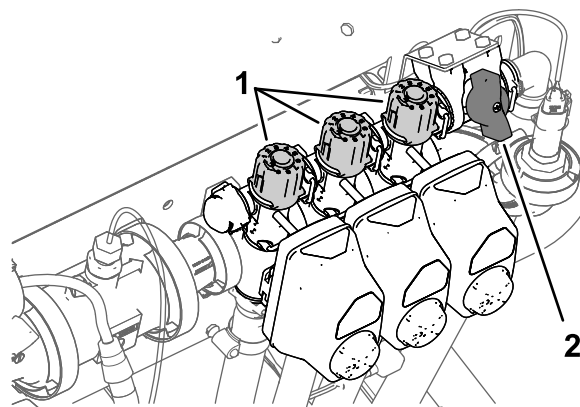

图 26
2. 关闭左喷洒臂段开关并调节喷洒臂段旁通旋钮图 26 直至显示的喷洒率达到表中所示的先前水平。
4. 调节右喷洒臂段旁通旋钮图 26 直至显示的喷洒率达到表中所示的先前水平。
6. 调节中喷洒臂段旁通旋钮图 26 直至显示的喷洒率达到表中所示的先前水平。